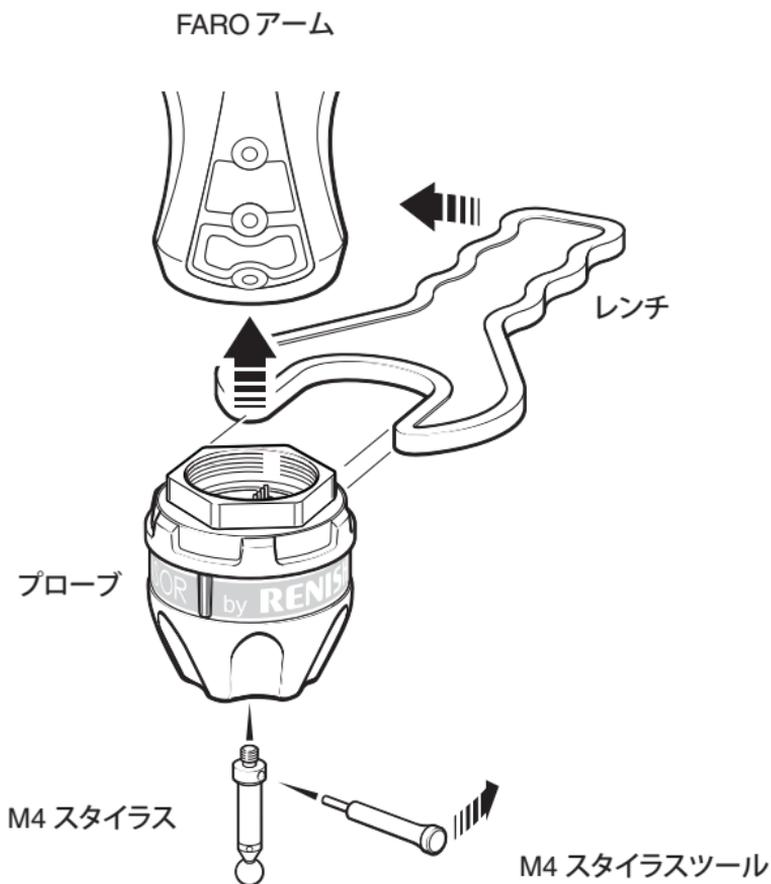

図 3 - FARO センサーのアームへの取り付け
FARO センサーをアームに取り付ける場合は、下記の手順を実施してください(図3を参照)。
2. 図3のようにプローブ本体にレンチ(付属品)を配置します。
スタイルスを FARO センサーに取り付ける場合は、下記の手順を実施してください(図 3 を参照)。